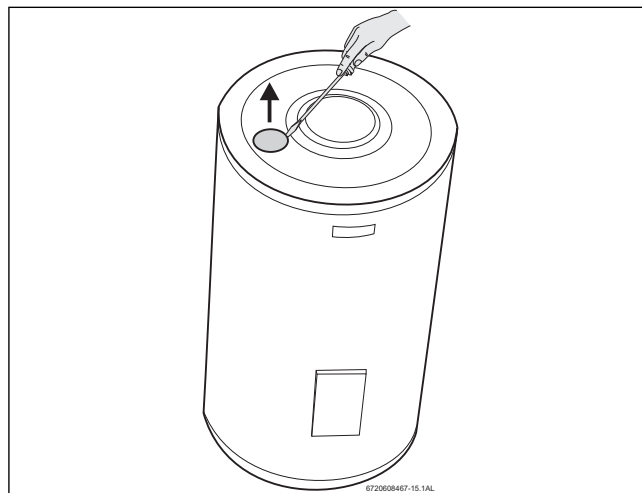

Fig. 22
- ▶ Retirar a tampa plástica no topo do termo-acumulador, ver Fig. 22 .